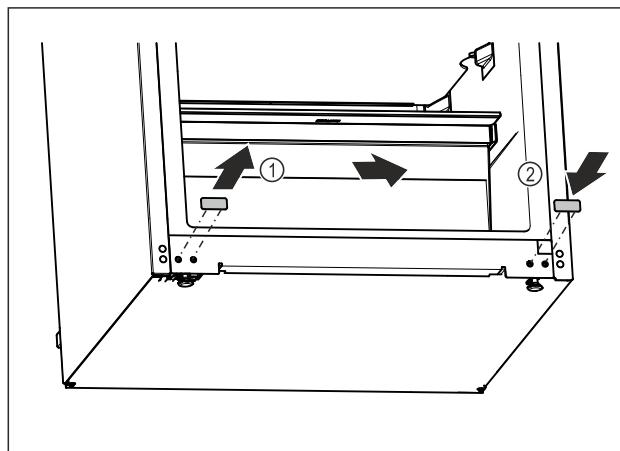

Fig. 16
- Izvlecite pokrivni čep. Fig. 16 (1)
- Pokrivni čep vstavite na nasprotni strani. Fig. 16 (2)